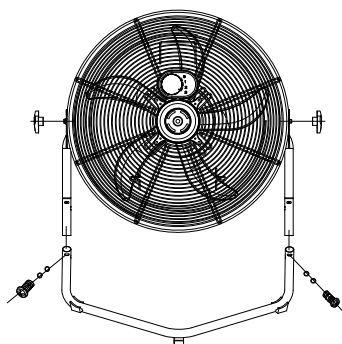

Figura. 1
4. Alinee estos agujeros, y Asegurelos con los dos Tornillos, las arandelas de cerradura y las arandelas planas quitadas en el paso 1 (Vea La Figura 1)